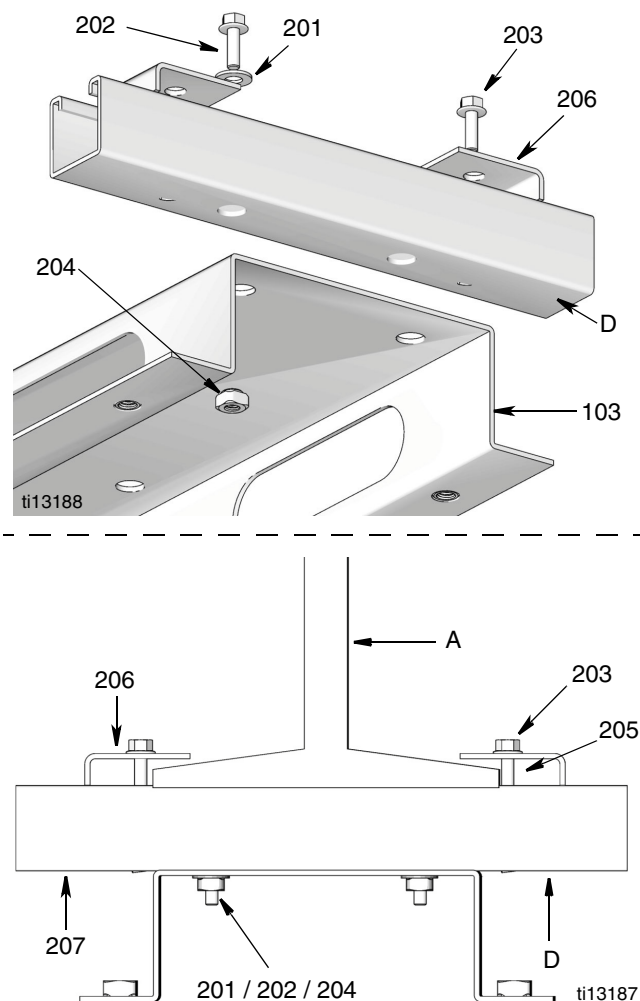

FIG. 9
1. Sécurisez les supports de montage (D) sur le passage. Utilisez deux supports de fixation pour chaque rail de montage (103) d'une capacité de 1 à 3. (Utilisez 3 supports pour des rails d'une capacité 4 à 6 enrouleurs.)
2. Positionnez les colliers ajustables (206) des supports de fixation autour de la poutrelle en I (A) et serrez-les fermement (FIG. 9).